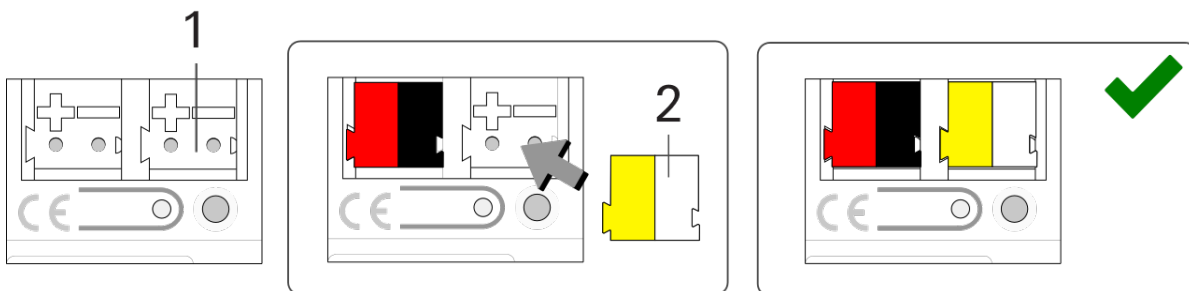

Bild 10: Spannungsversorgung anschließen
3. Verbinden Sie die externe Spannungsversorgung mit dem Spannungsversorgungsanschluss (Bild 10, Pos. 1) mittels beigefügter Spannungsanschlussklemme (Bild 10, Pos. 2). Polung: links/gelb: „+“, rechts/weiß: „-“.
- a. Stecken Sie die Spannungsanschlussklemme (Bild 10, Pos. 2) auf.